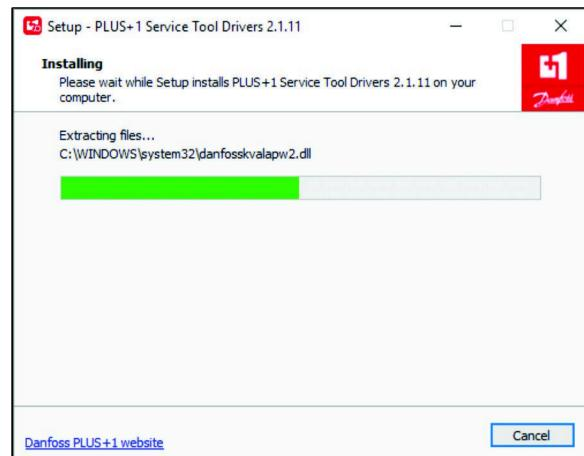

図 31
**注** 進行状況ダイアログ ボックス (図 31) が表示される。